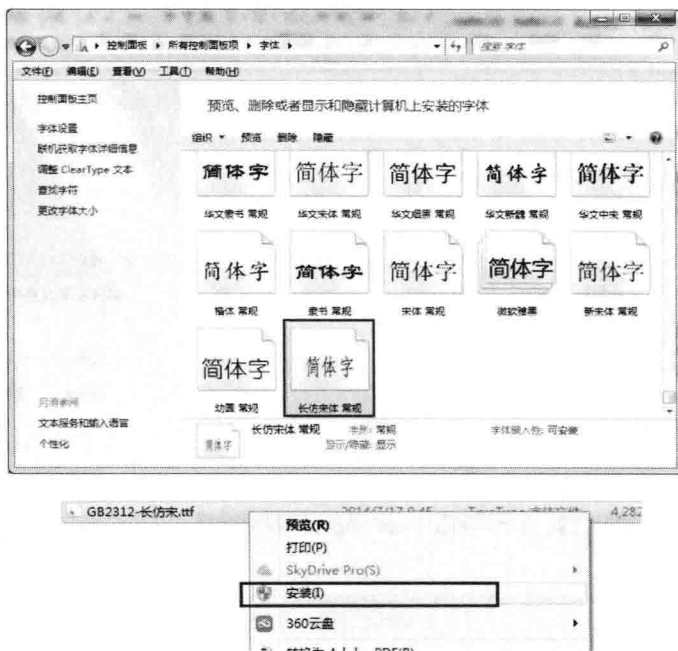

图 0-1
(1) 柏慕文字设置统一使用“仿宋”及“长仿宋”字体，为保证 Revit 中文字样式能够正常使用，务必在安装柏慕 1.0 之前将“GB2312-长仿宋”字体复制到“C:\Windows\Fonts”文件夹中，或者右击鼠标选择“安装”命令即可使用，见图 0-1。